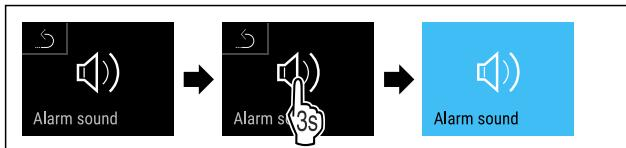

Fig. 92
- Obavite korake postupka (pogledajte Fig. 92).